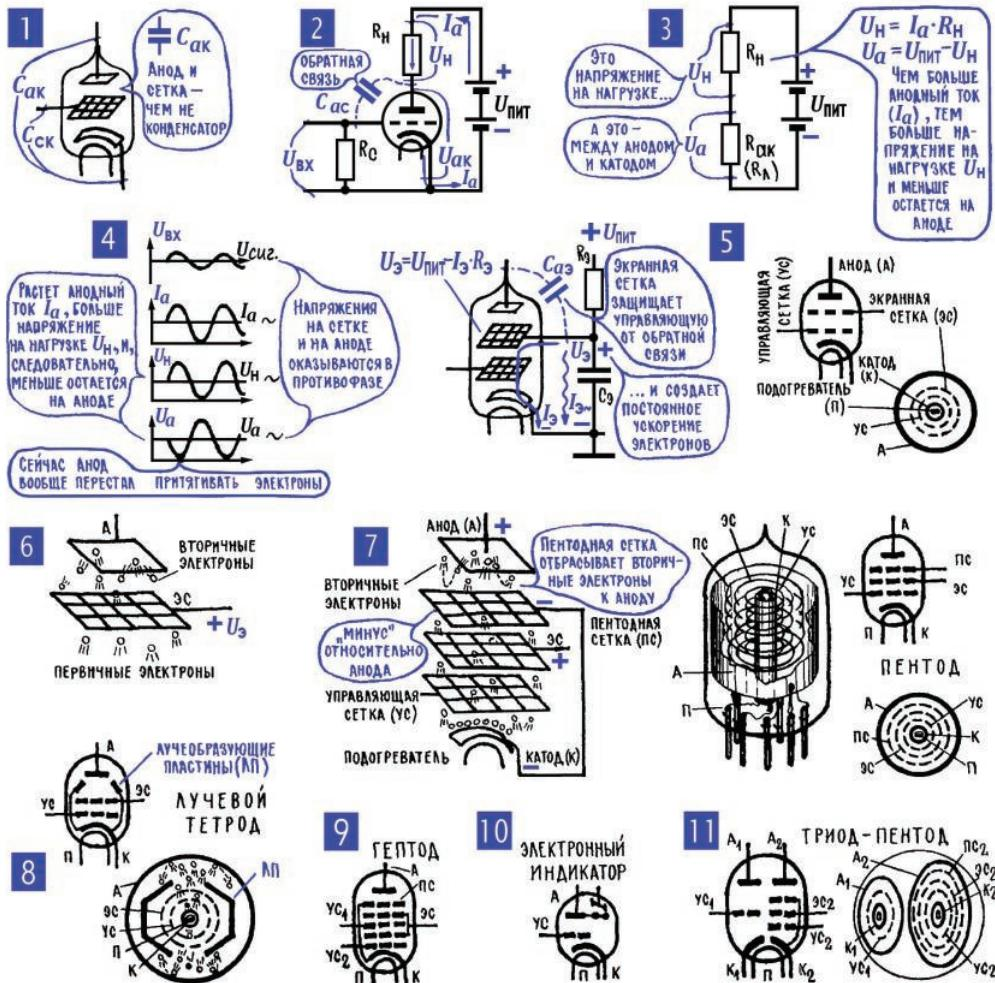

Рис. 10.8. Разновидности электронных ламп
**13. Основные типы усилительных ламп: триод, пентод и лучевой термод.** Триод был первой усилительной лампой, он был запатентован еще в 1906 году американцем Ли де Форестом. Но из-за двух серьезных недостатков его в дальнейшем сильно потеснили другие разновидности ламп. Первый недостаток триода связан с тем, что электроды лампы, по сути, представляют собой обкладки конденсаторов и в лампе существуют междудиэлектродные емкости, никому не нужные, а поэтому названные паразитными емкостями (рис. 10.8; 1). Самая опасная из них – емкость между анодом и управляющей сеткой  $C_{ac}$ . Через нее усиленный сигнал попадает обратно во входную цепь (рис. 10.8; 2), а это может привести к серьезным неприятностям. Другой недостаток триода связан с самим принципом работы усилителя: когда напряжение на нагрузке растет, на аноде (как и на коллекторе транзистора) оно уменьшается (рис. 10.8; 4, и 10.4) и анод слабее тянет к себе электроны. Результат – ухудшаются усилительные способности лампы.
Оба недостатка триода были ликвидированы одним ударом: между анодом и управляющей сеткой поместили еще один электрод – экранную (экранирующую) сетку, и таким образом получилась четырехэлектродная лампа, тетрод (рис. 10.8; 5). Экранирующую сетку через конденсатор  $C_3$  соединяют с катодом, и она отводит, замыкает накоротко переменные токи, которые могли бы попасть во входную цепь. Кроме того, на экранирующую сетку подают значительный «плюс» ( $U_3$ ), иногда такой же, как и на анод, а иногда поменьше. Теперь как бы ни менялось напряжение на аноде, это почти не повлияет на анодный ток – экранная сетка будет тянуть электроны к аноду всегда с одинаковой силой.
С динатронным эффектом тоже научились бороться, причем двумя разными путями. Они и привели к созданию двух основных типов ламп: пентодов и лучевых тетродов. В пентоде между экранной сеткой и анодом расположена очень редкая пентодная, или, иначе, антидинатронная, сетка, которая соединена с катодом, чаще всего внутри лампы (рис. 10.8; 7). Первичные электроны, те, что летят от катода к аноду, через редкую пентодную сетку по инерции проскаивают беспрепятственно. В то же время пентодная сетка легко отталкивает обратно к аноду вторичные электроны, которые еще не успели набрать скорость. Потому, что на этой сетке «минус» относительно анода – она-то ведь соединена с катодом, а на катоде относительно анода всегда «минус», поскольку на аноде всегда «плюс» относительно катода.
Лучевой тетрод (рис. 10.8; 8) сконструирован так, что электроны идут к аноду острыми лучами. Благодаря высокой концентрации электронов эти лучи ведут себя как проводники, протянутые от катода, и, подобно пентодной сетке, они своим «минусом» отталкивают вторичные электроны обратно на анод. Диод, триод, пентод, лучевой тетрод – основные типы электронных ламп, но ими ассортимент ламп далеко не исчерпан. Есть, например, лампа гептод, в ней две управляющие сетки, с которых анодным током управляют одновременно два сигнала9 (рис. 10.8; 9). Или лампа – оптический индикатор настройки, в ней есть уже некоторые элементы телевизионной трубы, то есть светящийся экран и перемещение электронного потока в пространстве (рис. 10.8; 10). Наконец, выпускались комбинированные лампы, то есть две-три лампы, размещенные в одном баллоне – два триода, триод и пентод, триод и гептод, два диода и триод (рис. 10.8; 11).
Пример понижения питающих напряжений мы видим на рис. 10.8; 3 и 10.9; 10. Здесь на гасящем резисторе  $R_g$  ток экранирующей сетки  $I_g$  создает некоторое падение напряжения. Сопротивление  $R_g$  с учетом величины  $I_g$  подобрано с таким расчетом, чтобы на экранирующую сетку попадал меньший «плюс», чем на анод. Конденсатор  $C_g$  заземляет экранную сетку для переменного тока. Кстати, если этот конденсатор пробьется, то экранная сетка «сядет на землю», по  $R_g$  пойдет большой ток, и резистор, скорее всего, сгорит.